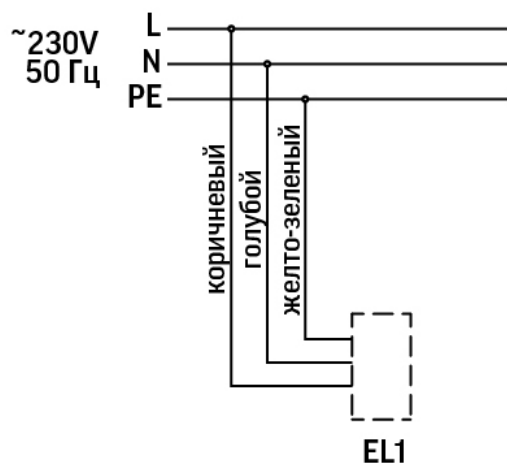

Рис. 1
- Для правильного подключения, провода имеют цветовую идентификацию (см. рис. 1).